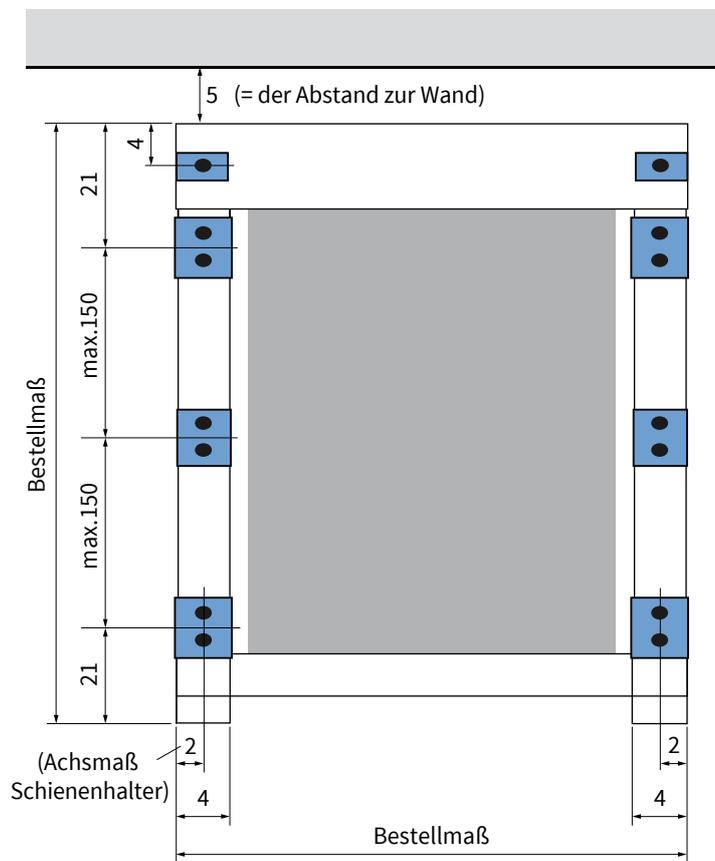

Abb. 1 Aufsicht Veranda-Sonnenschutz
- Montieren Sie die Montagebügel für das Gehäuse auf die Träger der Überdachung. Siehe Abbildung 1 auf Seite 3 für die Maße. **Achtung!** Vergessen Sie nicht, dass der Montageabstand 5 cm von der Wand ist.
- Montieren Sie die Schienenhalter/Montagefüße auf den Trägern. Siehe Abbildung 1 auf Seite 3 für die Maße.